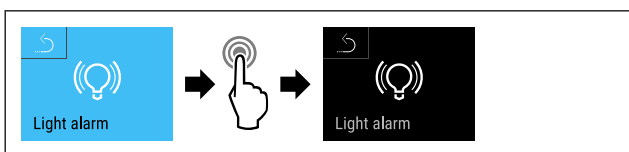

Fig. 153
- ▶ Suivre les étapes (voir Fig. 153).